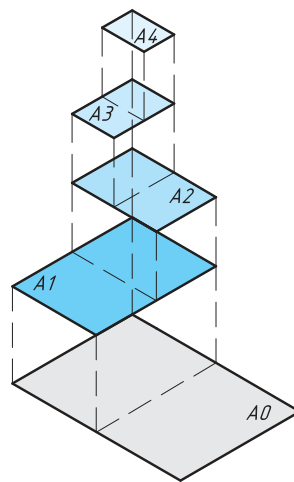

Рис. 19. Форматы
7. Используя рисунок 19, объясните, как определяются размеры форматов.